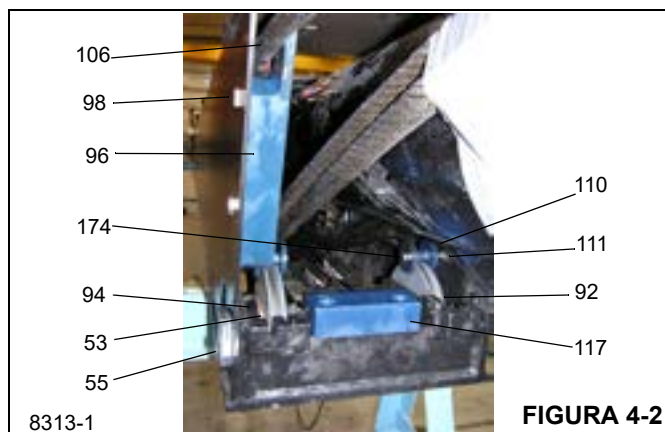

FIGURA 4-2
10. Fije una eslinga al cilindro telescópico (6) y eleve y retire el bloque temporal que soporta el cilindro telescópico en la base de la pluma. Consulte Figura 4-2. Inserte el eje (93) en la base de la sección telescópica 3, el espaciador (94) y la arandela de empuje (53), y pase el cable de retracción 4/3/2 (118) por la polea de retracción de ranura simple (92) e instale la arandela de empuje (53). Alinee los extremos del muñón de los cables de extensión 2/3/4 del cilindro telescópico (139) y golpee levemente el eje a través de los extremos del muñón, instalando la arandela de empuje (53); pase el cable (118) sobre la siguiente polea de retracción de ranura simple (92) e instale la arandela de empuje (53) y el espaciador (94). Instale las almohadillas de desgaste (55), los suplementos (81) y los pernos (9) para retener los extremos del conjunto de eje. Consulte "Calibración de la pluma" en la página 4-25. Instale las graseras (105) en ambos extremos del eje (93) y lubríquelas. Aplique grasa universal al exterior de todas las almohadillas de desgaste y todas las superficies de desgaste. Vea *Lubricación*, página 8-1.
11. Instale los rodillos de retención de cable (110) sobre las poleas de retracción (92) insertando los pernos (174) en el rodillo y ajustando la contratuerca (111) hasta que el rodillo esté centrado con las poleas (92).
12. Fije la almohadilla de desgaste (96) con el reborde de retención hacia arriba y hacia adentro del cilindro. Inserte primero la tornillería de montaje (97, 23, 24, 98) en el agujero superior. Ubique el cable de extensión 3/4/5 (106) en el interior del reborde de recorte de la almohadilla de desgaste y gire la almohadilla de desgaste hacia arriba a su posición. Instale la tornillería en el agujero de montaje inferior y apriétela firmemente.
13. Instale la almohadilla de desgaste inferior (43) y los suplementos (44) con la tornillería (23, 24, 25) en la parte inferior de la base de la sección telescópica 3 (4) como estaban originalmente cuando las almohadillas fueron retiradas y marcadas. Consulte "Calibración de la pluma" en la página 4-25. Aplique grasa universal a todas las almohadillas de desgaste y a todas las superficies de desgaste. Vea *Lubricación*, página 8-1.
14. Instale el cilindro que soporta la almohadilla de desgaste (117) con el perno (19) y las arandelas (16, 17) en el interior de la base de la sección telescópica 3 y ajuste la posición del bloque de soporte temporal.